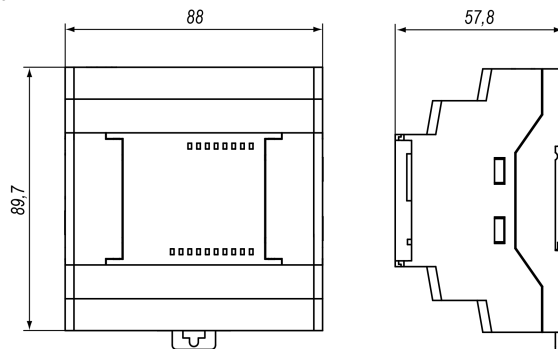

Рисунок 2 – Габаритные размеры
1. Подготовить на DIN-рейке место для установки прибора с учетом размеров корпуса (см. *рисунок 2*).